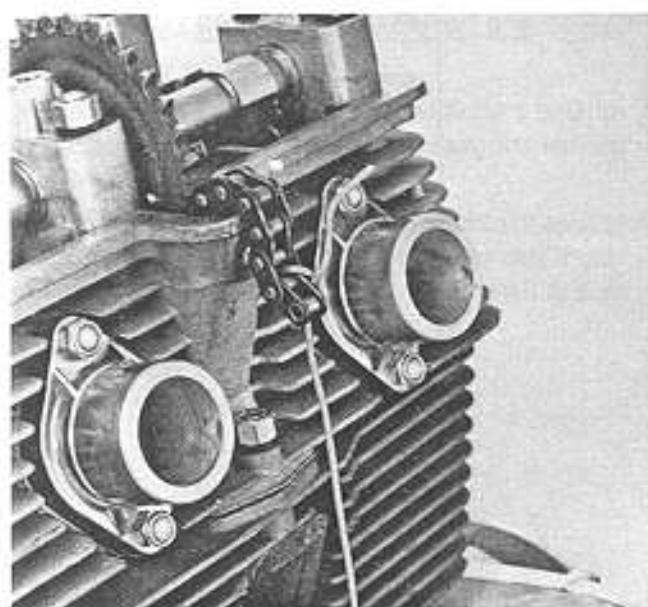

Fig. 11
- Sfilare la maglia di congiunzione, rimuovere i due rami di catena dalle ruote dentate degli alberi a camme e, mantenendoli ben tesi, fissarli per mezzo dei due fili (Fig. 11).
- Withdraw the connecting link, remove the two runs of the chain from the sprockets and, holding them taut, secure the wires (Fig. 11) (to which they are connected) so that the chain does not drop into the crankcase.